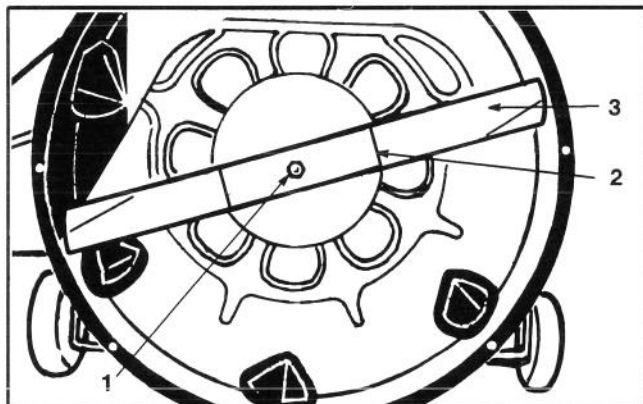

Figure 21
6. Saisir l'extrémité de la lame à l'aide d'un chiffon ou d'un gant épais. Puis enlever le boulon de la lame, la rondelle et la lame (Fig. 21).
9. Remettre l'un après l'autre, la lame, le raidisseur, la rondelle et le boulon de la lame (Fig. 21). Appuyer le côté concave de la rondelle incurvée contre la lame. Serrer le boulon à 61–81 Nm.
7. Profiter de ce que la machine est debout pour vérifier l'état de la lame (Fig. 21).